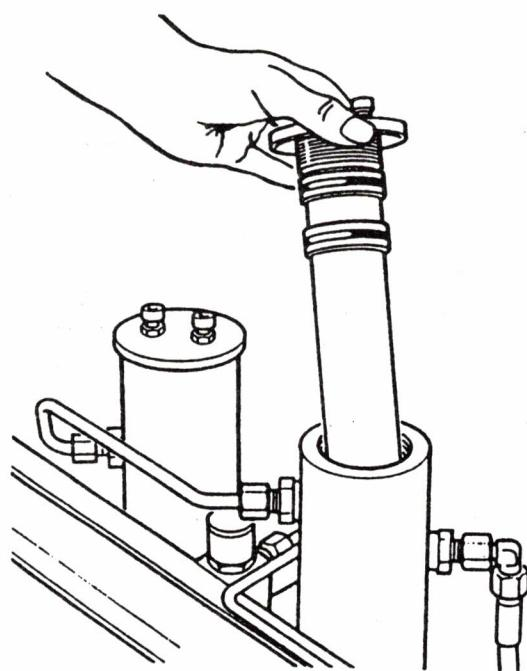

Bild 14 Filterpatrone herausnehmen
- Filterkopf mit Filterpatrone aus dem Gehäuse herausnehmen (Bild 14).